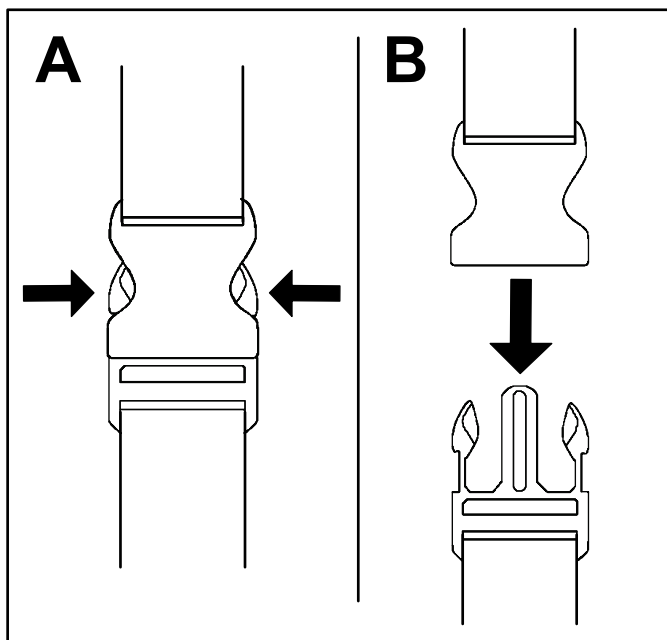

Figura 13
1. Esercitate una pressione sui lati della fibbia (A di Figura 13).
2. Consentite lo sganciamento della fibbia (B di Figura 13).